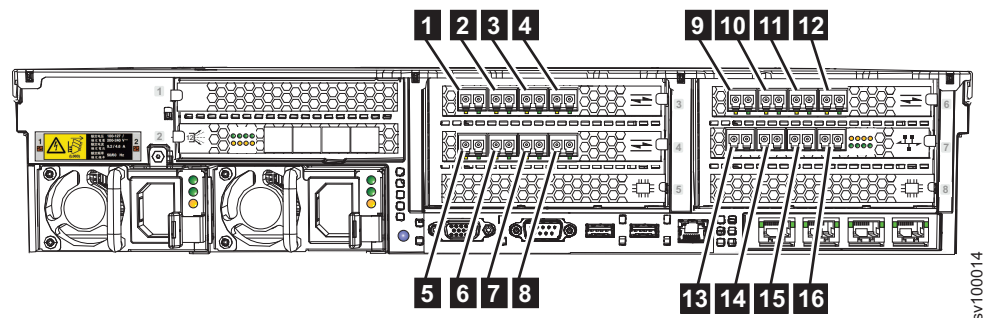

図 32. ファイバー・チャネル・ポート
- 3. オプション: ファイバー・チャネル・フィーチャーが取り付けられている場合、構成が必要であれば、ファイバー・チャネル・ケーブルをファイバー・チャネル・ポートに接続することができます。図 32 は、スロットの 3、4、および 6 に 16 Gbps ファイバー・チャネル・アダプターが取り付けられている装置の例を示しています。10 Gbps 光イーサネット・アダプターは Fibre Channel over Ethernet (FCoE) 通信に使用され、スロット 7 に取り付けられて追加のファイバー・チャネル・ポートを提供します。